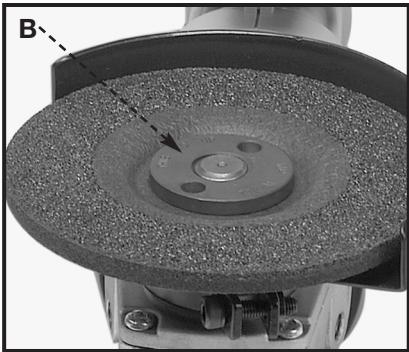

Fig. 6
5. Mettre le flasque extérieur (B) Fig. 6 sur la broche avec son côté plat contre la meule et le serrer à la main.